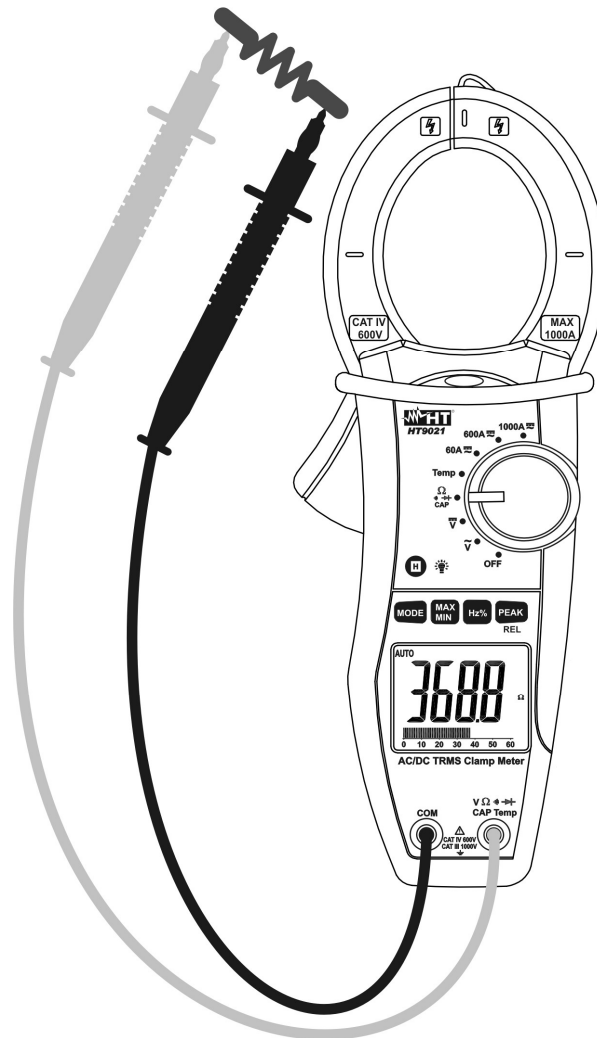

Fig. 5: Uso da pinça para medição de Resistências
3. Colocar as ponteiros nos pontos pretendidos do circuito em exame (Fig. 5). O valor da resistência será apresentado no display